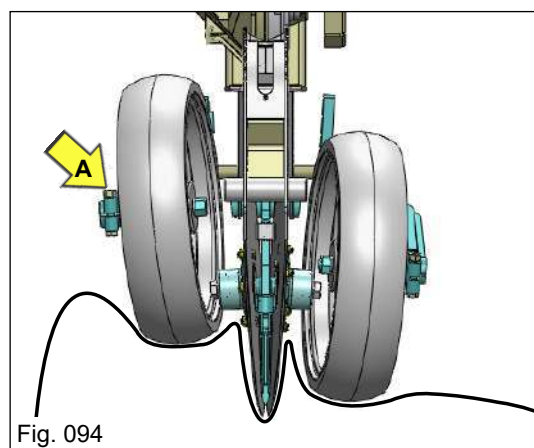

Fig. 094
A regulagem de angulação da roda de controle de profundidade "A" (Fig. 094) também é essencial. Esta regulagem deve considerar a umidade do solo e quantidade de palha no solo.
*As rodas de controle de profundidade, devem apoiar-se firmemente no solo (Fig. 094), para que possam acompanhar o perfil do terreno, garantindo que todas as sementes sejam colocadas na mesma profundidade e, assim, possibilitando uma germinação uniforme.*